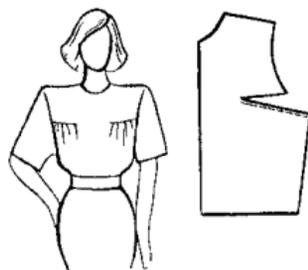

Рис. 5.49
*Подрезы* – это отделочный декоративно-конструктивный шов, одна из сторон которого длиннее другой и выполнена в виде сборки или заложена в складки. Подрезы могут заменять выточки или использоваться для создания объемной формы. По длинной стороне подреза прокладывают две параллельные строчки, срезы детали стягивают за 2 нитки, сборку распределяют равномерно по длине подреза. Затем сметывают стороны шва по типу выточки, сводя конец на нет. Строчку прокладывают между нитями сборки. Затем нити сборки удаляют, шов обметывают и направляют в сторону, которая не имеет сборку (рис. 5.49, 5.50, 5.51).